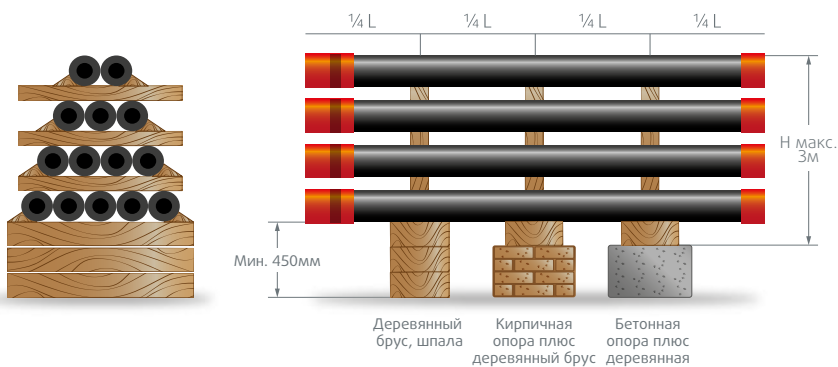

Рис. 2
- Не допускается складирование труб на земле, рельсах, стальном или бетонном полу. На стеллажах не должно быть камней, песка и грязи (см. рис. 2).